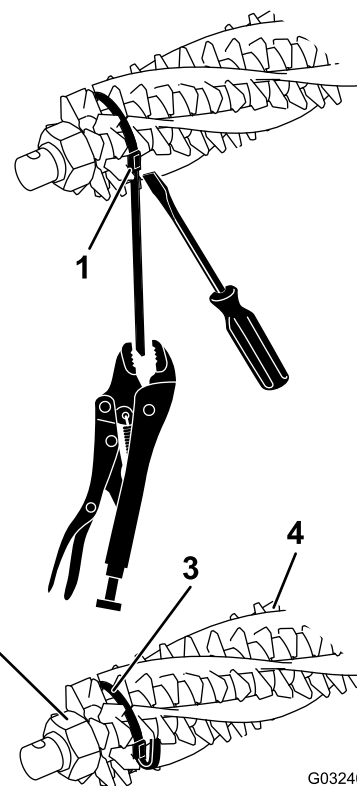
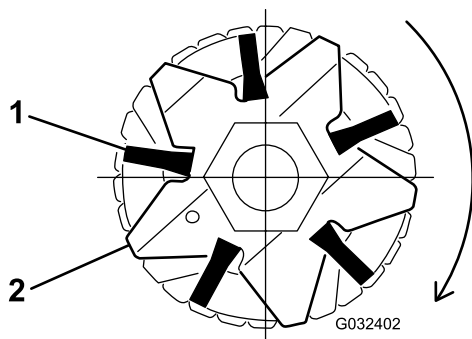

図 19
図 21
2. グルーマシャフトの左右の端で、グルーマブレード保持ナットをゆるめる図 19。
4. ブラシがグルーマ刃のスロットにきちんと入っていることを確認する図 19 と図 21。
5. 図 19 に示すように、グルーマリールのシャフトとブラシにストラップを巻きつけ、ブラシについている溝にストラップを入れる 図 21。
注 ブルーマのブラシが刃のスロットに正しく嵌まっていない場合には、グルーマシャフトの両端についているグルーマ刃の固定ナットをゆるめ、ブルーマブラシの位置を正しく刃のスロットに調整しなおしてからグルーマブレード保持ナットを締め付ける 図 19。
7. 各ストラップについて、バックルをドライバねじ回しで押えながら、ロックプライヤーでストラップをつかみ、ストラップを引っ張ってブラシの溝に完全に嵌める 図 19。